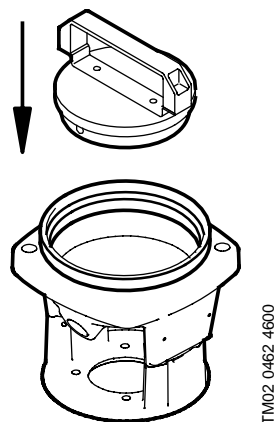

Abb. 6
2. Gewellte Feder Pos. 60 mit dem Werkzeug Pos. F in das Kopfstück montieren, siehe Abb. 6.